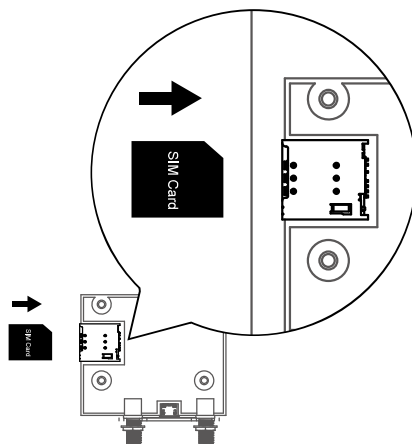

Figura 37. Inserimento della scheda SIM.
- 2) Inserire una scheda micro SIM 3G/4G nel vassoio, assicurandosi che i contatti dorati siano rivolti verso il basso e che la parte tagliata sia posizionata nell'angolo in alto a sinistra. Vedere la figura 37.